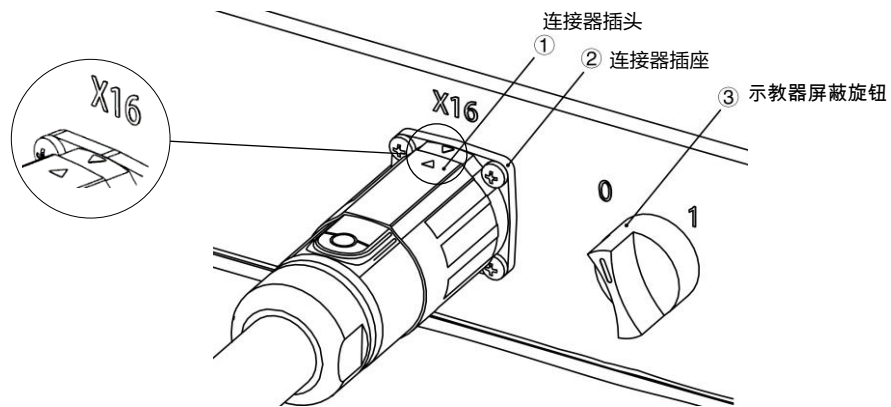

图 2-3 示教器连接接口
示教器采用快插式连接器连接（见图 2-3 中的 X16）。
步骤 2 将连接器插头①的三角符号与连接器插座②的三角符号对齐（如图 2-3 的局部放大图），推入连接器插头①，并顺时针旋转 45°，使其与连接器插座②卡紧。